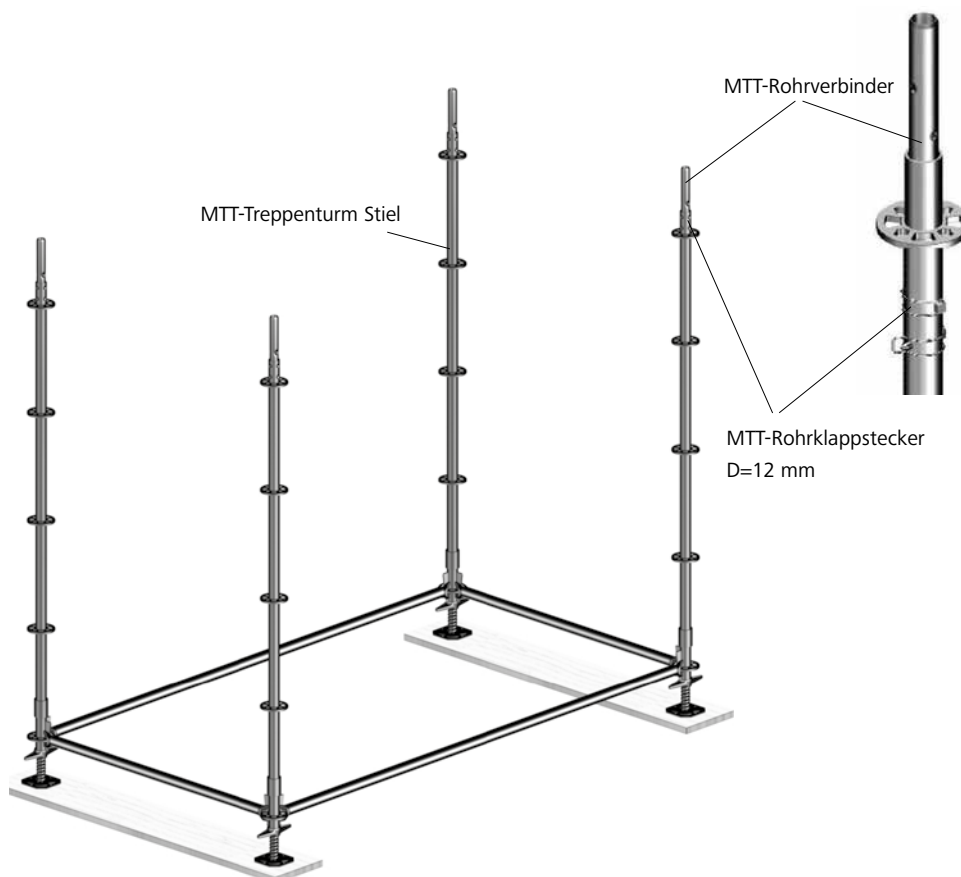

Abb. 9.3
8. MTT-Treppenturm Stiele aufstecken (Abb. 9.3).